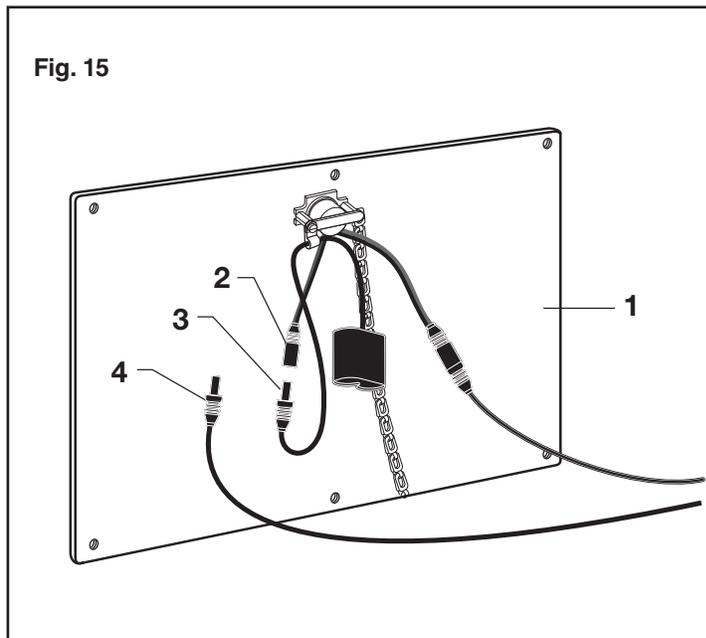

Fig. 15
C DÉFINITION DE LA PORTÉE DE DÉTECTION (si nécessaire); Fig. 15 & 16
3. En gardant les mains à l'écart de la zone de détection du capteur, rebranchez le CÂBLE DU CAPTEUR (3) et accrochez rapidement la PLAQUE DE REVÊTEMENT (1) sur le boîtier mural. À ce stade, ne fixez pas la PLAQUE DE REVÊTEMENT (1). Fig. 15.